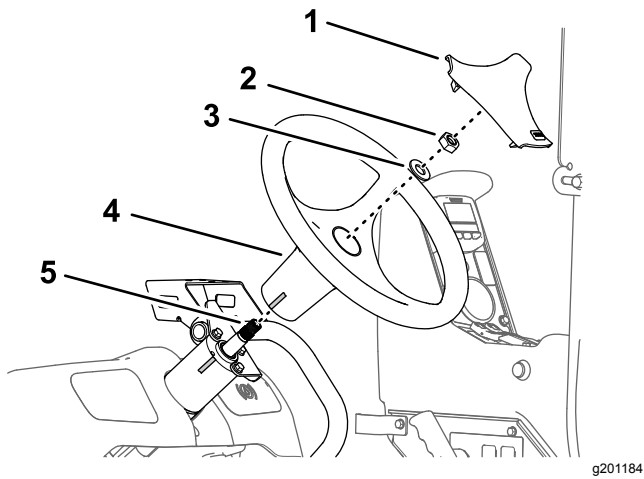

Figure 162
1. Alignez le ruban de repérage du volant et le ruban de repérage sur le boîtier de la valve de direction (Figure 162).
- Fixez le volant sur l'arbre de la valve de direction (Figure 162) avec la rondelle (5/8") et l'écrou (5/8") que vous avez retirés à l'opération 3 de Dépose du volant \(page 76\).